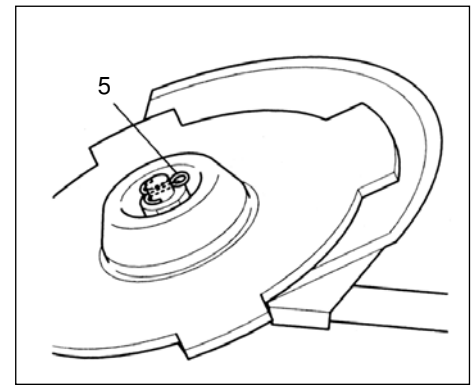

Fig. 1-10C
Om röjsågen är av den typ där en mutter och en saxsprint används till att fästa skåret måste klingan hållas på plats med hjälp av en ny saxsprint (5) varje gång den monteras. (Fig. 1-10C)